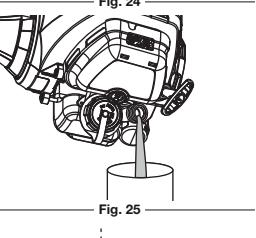

Fig. 24
- Contrôlez le niveau d'huile. Le niveau d'huile devrait se situer juste en dessous du filtre du trou d'alimentation en huile. (Fig. 24)
**REMARQUE:** Mesurez la quantité nécessaire à l'aide de la bouteille et de la buse utilisées lors de la mise en service. 90 ml (3,04 oz) correspond environ au haut de l'étiquette de la bouteille (Fig. 26). Vérifiez le niveau d'huile avec la jauge (Fig. 24). S'il est trop bas, ajoutez un peu d'huile par l'orifice et vérifiez. Ne remplissez pas trop (Fig. 26).